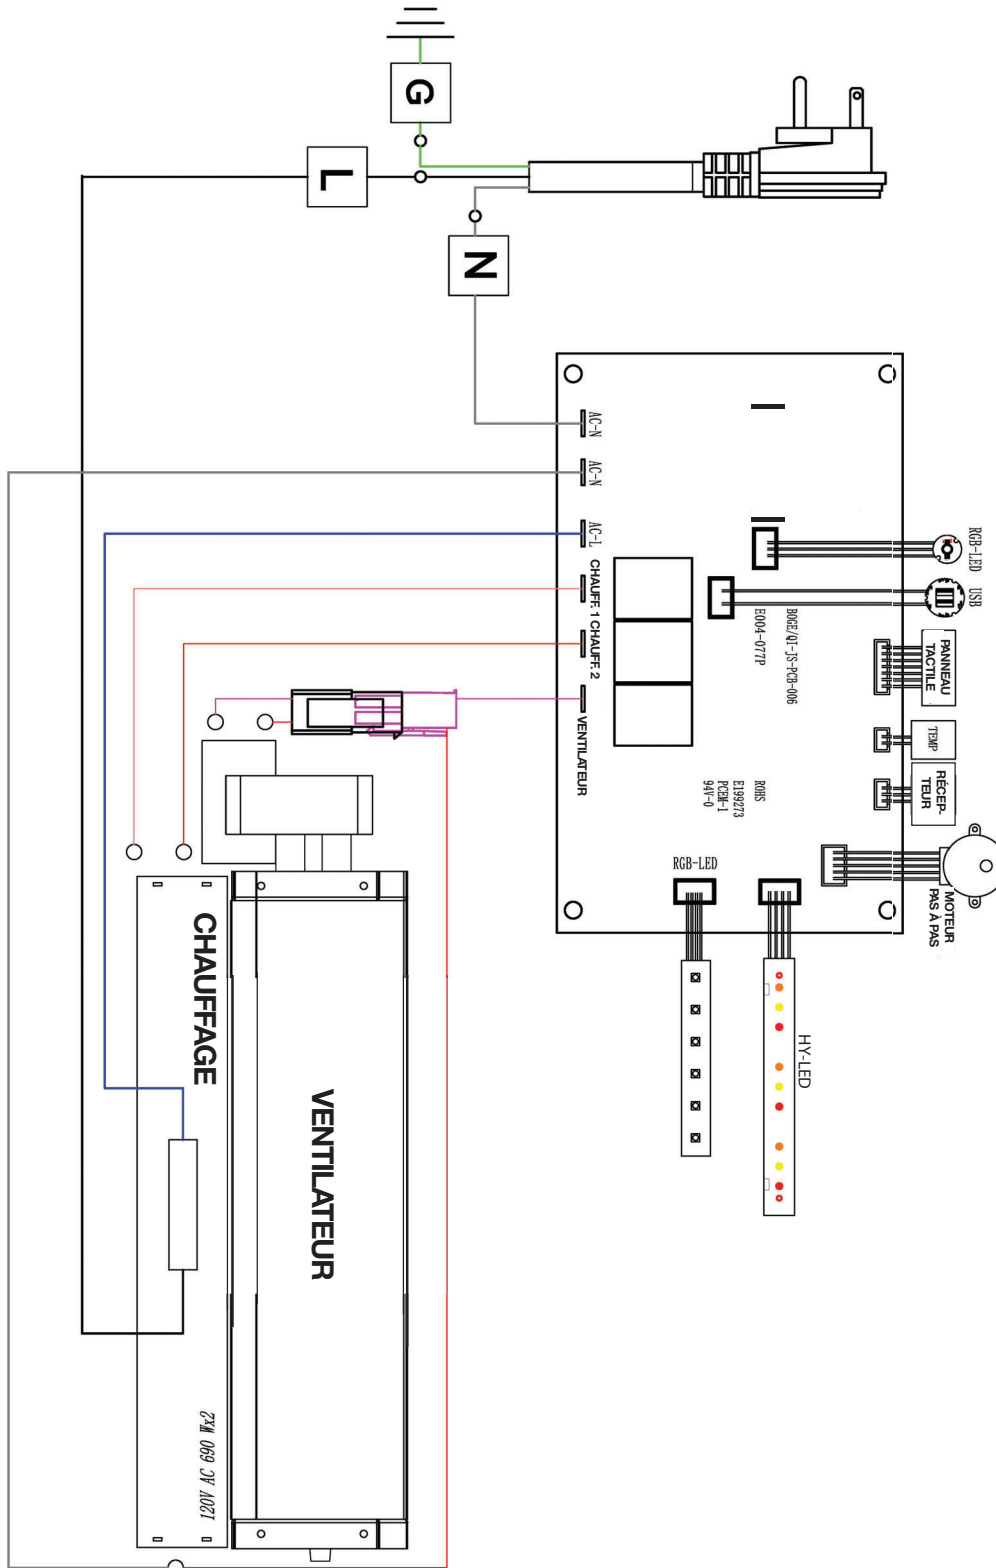

**Fig. 3**
7. Fixez l'appareil aux support inférieurs à l'aide des 4 vis (fournies) (**Fig. 3**).